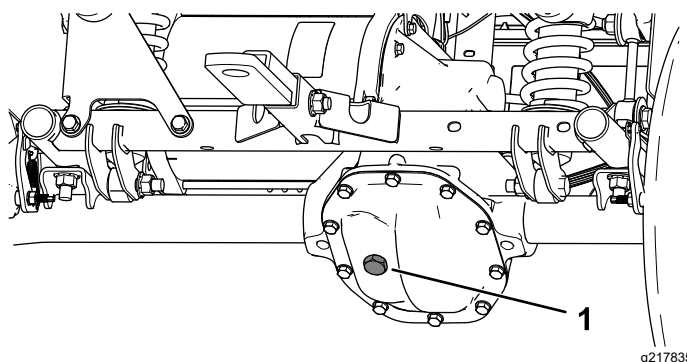

Figure 48
4. Enlevez le bouchon de remplissage de la boîte-pont (**Figure 48**).
5. Si le niveau de liquide est trop bas, enlevez le bouchon de remplissage et ajoutez le liquide spécifié jusqu'à ce qu'il ressorte par l'orifice (**Figure 48**).
4. Retirez le bouchon de remplissage de la boîte-pont et remplissez celle-ci avec le liquide spécifié jusqu'à ce qu'il ressorte par l'orifice de remplissage (Figure 48).